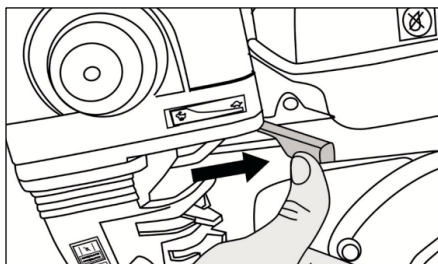

Рис. 24
3. Установите рычаг управления дроссельной заслонкой вправо, в положение «Черепашка» (рис. 24).